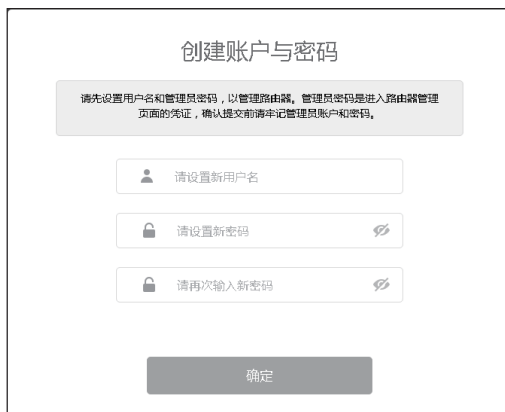

图4-3 首次登录界面
2. 首次登录时, 需自行设置管理员账号, 依次输入用户名及密码, 并再次输入密码以确保和之前输入的一致, 点击确认, 如图4-3所示。后续登录时, 使用该账号进入配置界面。